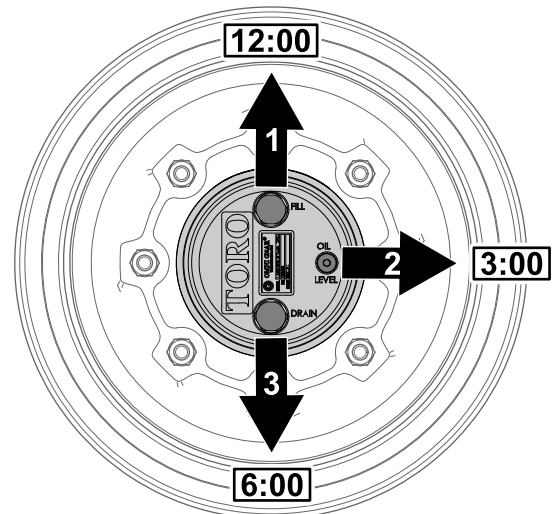

Figure 126
1. Garez la machine sur une surface plane et horizontale et positionnez la roue de sorte que le bouchon de remplissage se trouve à la position 12 heures, le bouchon de contrôle à la position 3 heures, et le bouchon de vidange à la position 6 heures (Figure 126).
2. Retirez le bouchon de contrôle à la position 3 heures (Figure 126).
1. Garez la machine sur une surface plane et horizontale et positionnez la roue de sorte que le bouchon de remplissage se trouve à la position 12 heures, le bouchon de contrôle à la position 3 heures, et le bouchon de vidange à la position 6 heures; voir la Figure 126 à la section Contrôle du niveau de lubrifiant du train planétaire (page 75).